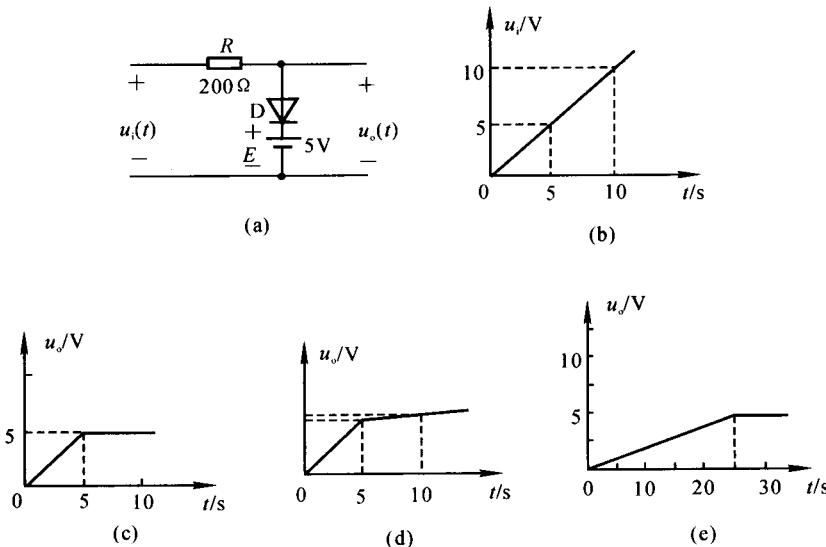

图 1.3.1
1.3.1 图 1.3.1(a) 为二极管限幅电路,  $u_i(t)$  波形如图 1.3.1(b) 所示。
- (1) 视二极管 D 为理想二极管时,画出  $u_o(t)$  的波形。
- (2) 二极管导通压降为 0.7 V, 内阻  $r_d = 20 \Omega$  时, 画出  $u_o(t)$  的波形。
- (3) 二极管为理想二极管, 但  $u_o(t)$  两端并接 50 Ω 电阻, 画出  $u_o(t)$  波形。
解 (1) 由图 1.3.1(b) 可得,  $u_i(t) = t$  V。当  $t \leq 5$  s 时,  $u_i(t) \leq 5$  V, D 截止, 有  $u_o(t) = u_i(t)$ 。当  $t > 5$  s 时, D 导通,  $u_o(t) = 5$  V,  $u_o(t)$  波形如图 1.3.1(c) 所示。
(2) 当  $u_i(t) \leq 5.7$  V 时, D 截止,  $u_o(t) = u_i(t)$ 。当  $t > 5.7$  s 时, D 导通, 则
$u_o(t)$  波形如图 1.3.1(d) 所示。
当  $t > 25$  s 时, D 导通,  $u_o(t) = 5$  V,  $u_o(t)$  波形如图 1.3.1(e) 所示。